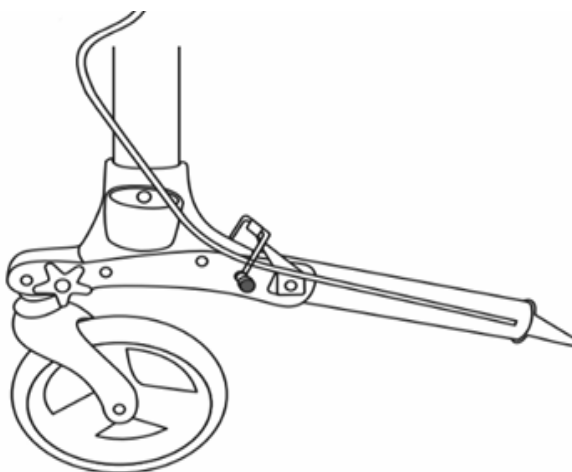

FIGURE 3
ÉTAPE 3: Déployez les pieds arrière comme indiqué dans la figure 3 et fixez-les en place à l'aide des boutons de réglage en forme d'étoile. Veillez à ce que l'écrou à oreilles passe par le trou de la jambe et s'insère dans l'écrou du cadre. Vérifiez que les boulons des boutons de réglage des pieds arrière sont bien serrés.